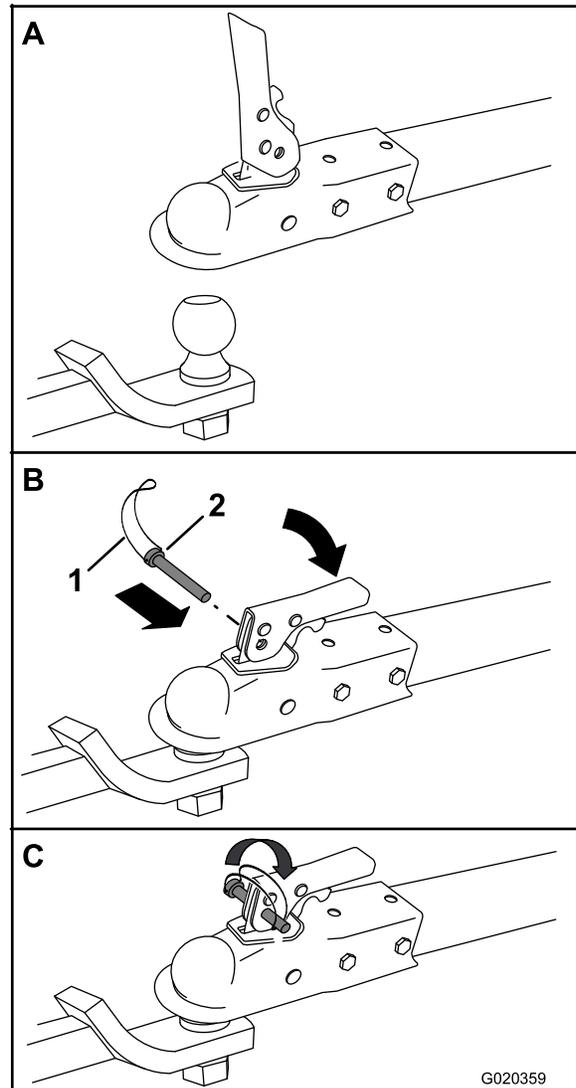

Figure 15
- Ouvrez le verrou du coupleur (Figure 15).